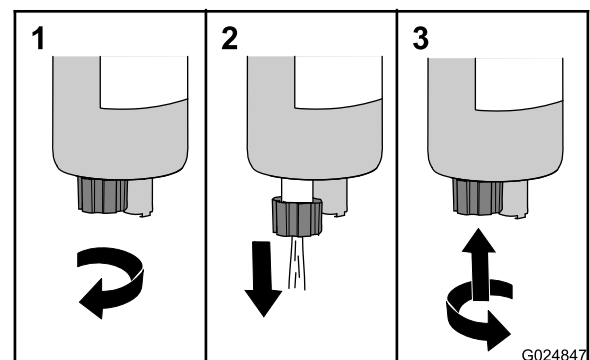

Bild 21
3. Drehen Sie das Ablassventil um ungefähr 3,5 Umdrehungen nach links, bis das Ventil vom Kraftstoff-Wasserabscheider nach unten fällt (Bild 21).
4. Lassen Sie Wasser und andere Verunreinigungen aus dem Abscheider ablaufen, bis sauberer Kraftstoff sichtbar ist (Bild 21).
5. Heben Sie das Ventil an und drehen es nach rechts, bis es mit der Hand angezogen ist (Bild 21).